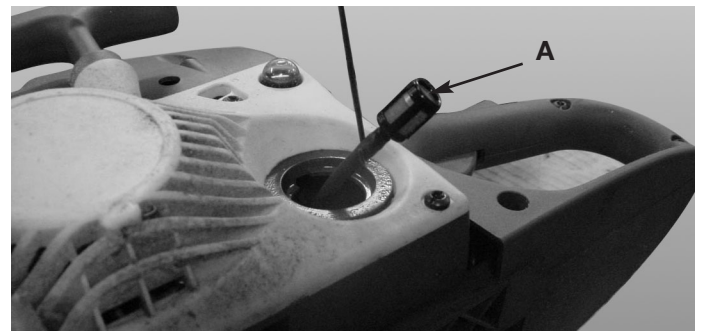

Fig. 27
4. Levante el filtro (A) hacia afuera del tanque (Fig. 27).